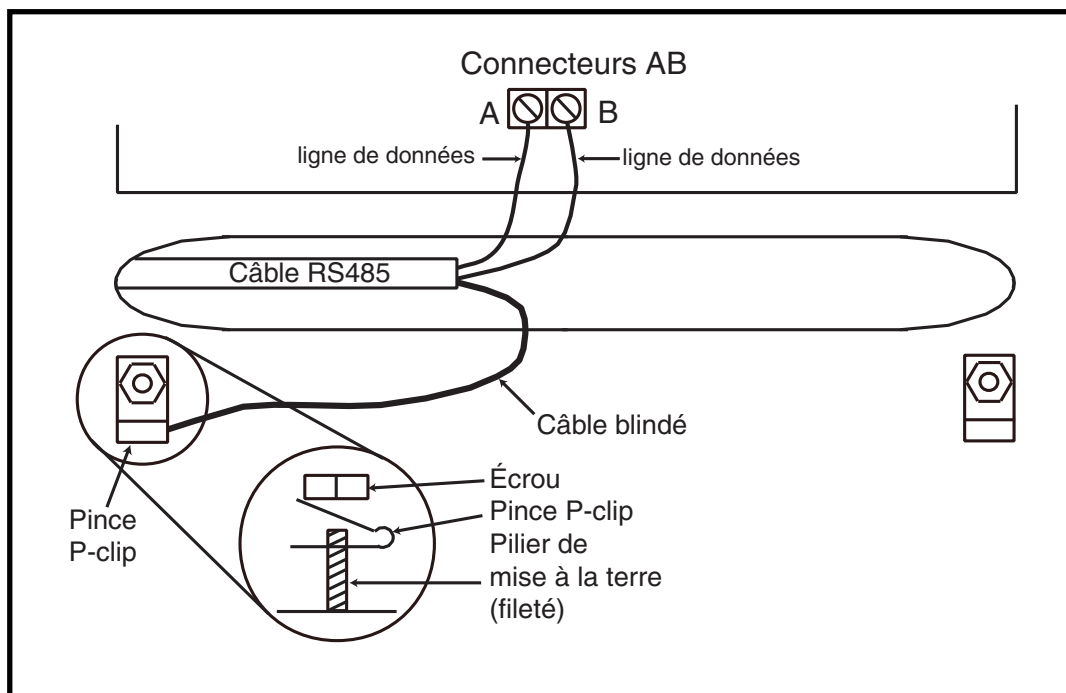

Figure 2-8. Connexion d'un câble blindé à l'aide d'une pince P-Clip
3. Pour connecter le bus RS485 (AB), utilisez un câble à paire torsadée blindée (référence **W002**). Par exemple, un câble CAT5 ou Belden 8723.
4. L'écran du câble doit être raccordé au châssis de la centrale Galaxy en utilisant les colonnettes filetées comme point de fixation, les adaptateurs P-Clip et l'écrou fournis (reportez-vous à la figure 2-8).